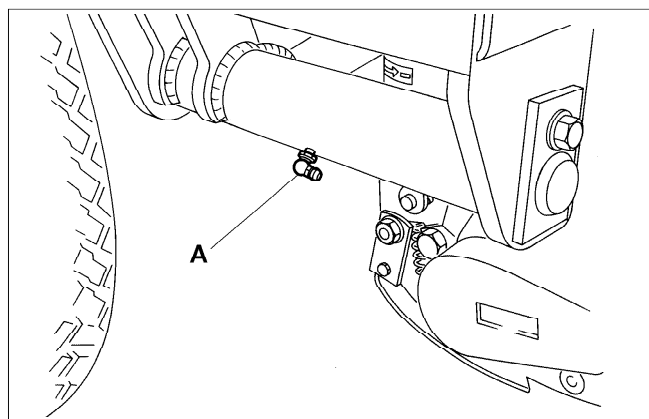

Fig.29
- (b) Pivotes del brazo elevador, detrás (A Fig. 29)